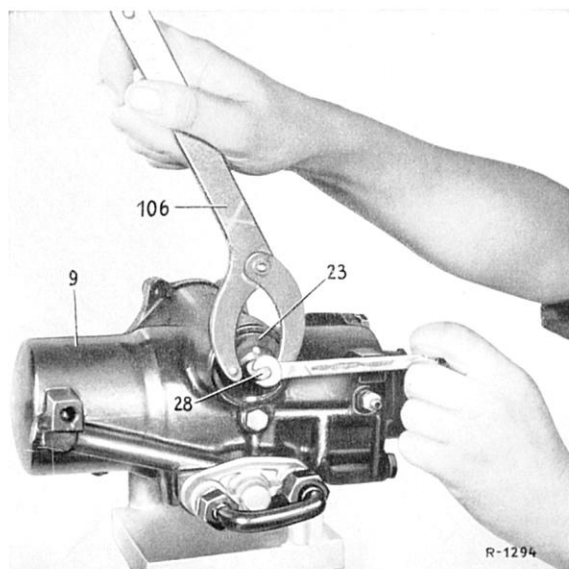

Bild 46–24/59
hen. Danach die Einstellschraube ca. $\frac{1}{4}$ Umdrehung lösen und mit einem Drehmoment von 0,6 mkp anziehen. Meßuhr (112) auf die Einstellschraube aufsetzen und auf 0 stellen. Einstellschraube 0,1 bis 0,15 mm hineindrehen (ca. $\frac{1}{8}$ Umdrehung) und Sechskantmutter (21) mit 2,5 bis 3 mkp anziehen, dabei die Rundmutter (23) gegenhalten. Die Meßuhr muß dabei auf 0,03 bis 0 zurückgehen (Bild 46–24/60).